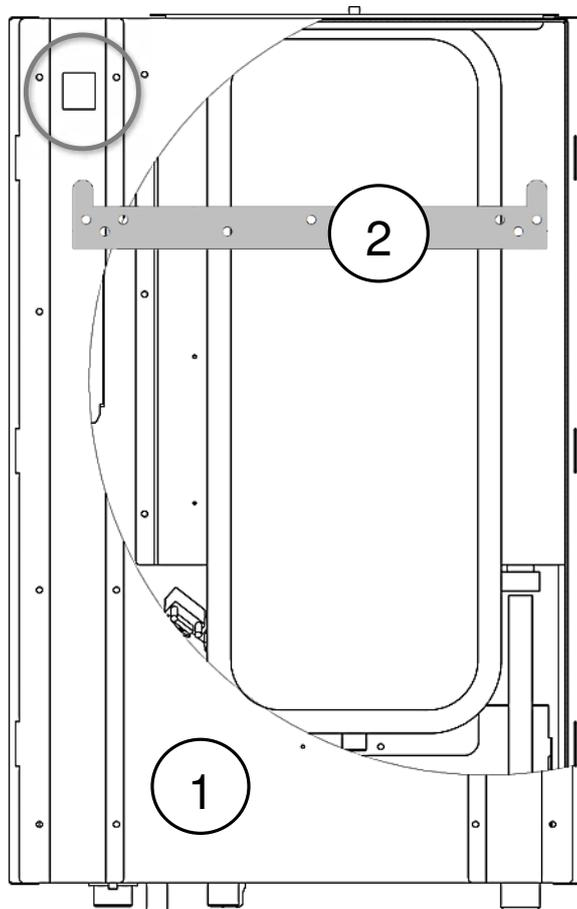

Рис. 12 Монтажные отверстия электрочотла 1. котёл; 2. монтажная планка
- После крепления монтажной планки (кронштейна) на стене (несущей поверхности) навесить котел монтажными отверстиями на крюки монтажной планки (см. рис. 12).